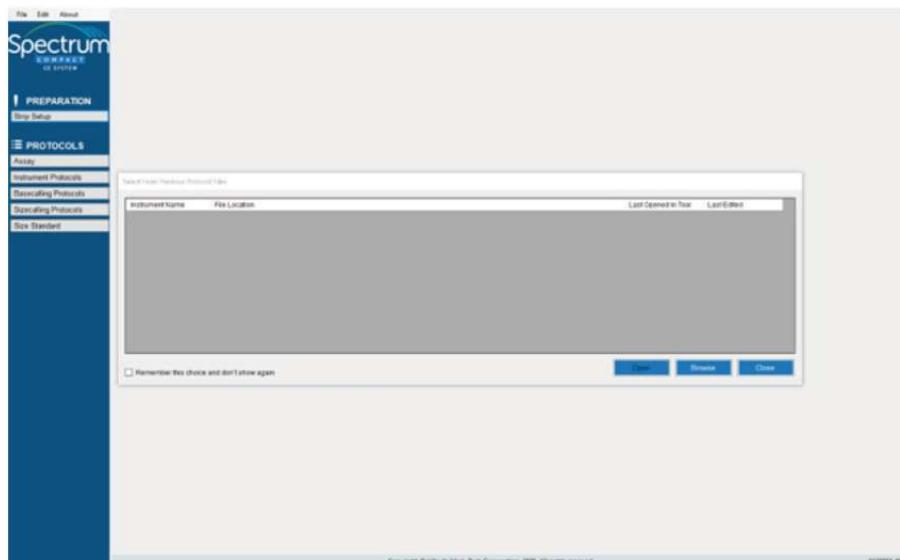

図 188 既存のプロトコルファイルから選択画面
1. ツールを初めて使用する際には、事前に装置からエクスポートされたプロトコル .xml ファイルを読み込むよう求められます。(図 188、セクション 7.5.1 参照)